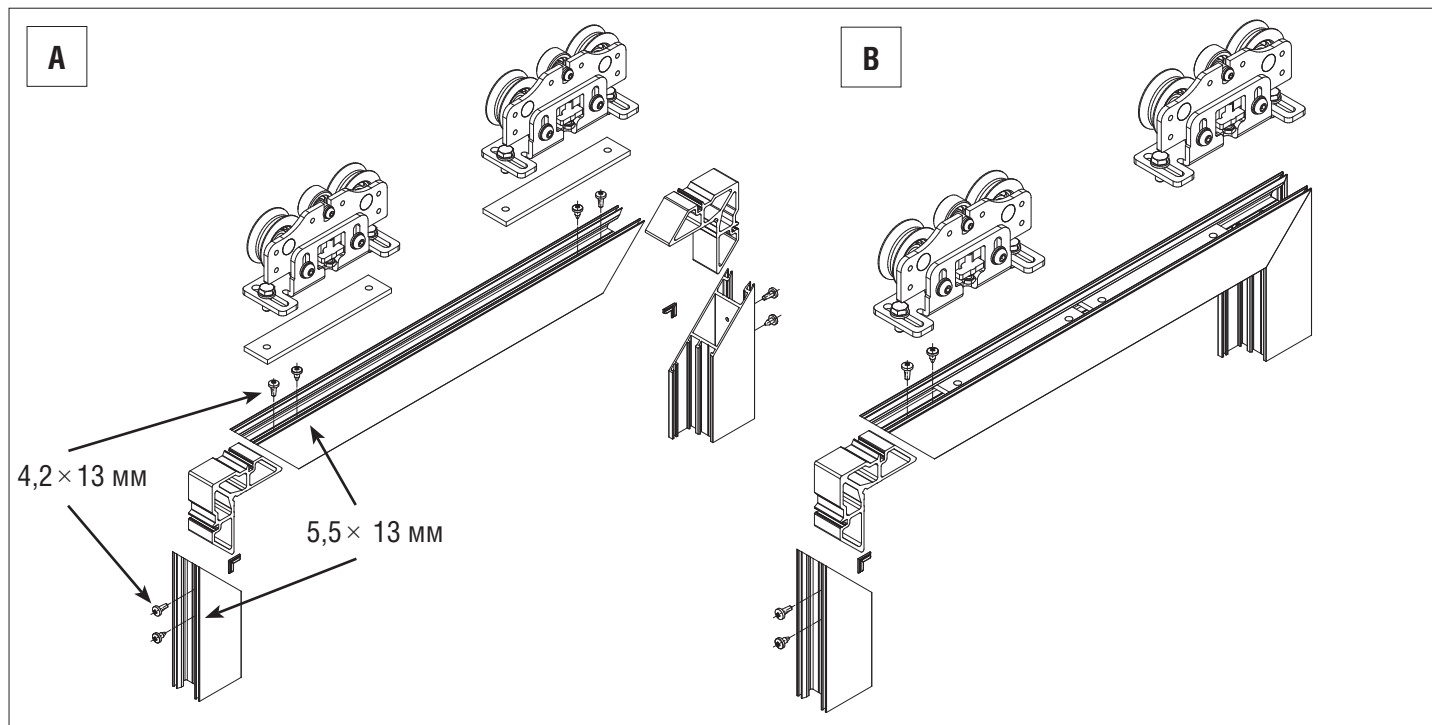

Рис. 14
1. Вставьте закладные пластины в верхний сегмент створки (рис. 14, А).
2. Соберите створку путем сухарного соединения. Выровняйте и стяните угол створки (два сегмента профиля) шурупами  $5,5 \times 13$  мм, затем зафиксируйте сухарь в углу шурупами  $4,2 \times 13$  мм (рис. 14, А).
3. Закрепите каретки на закладных пластинах створки после сборки (рис. 14, В).